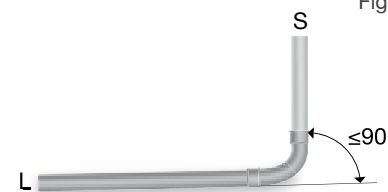

Fig. 12
- Stående anslutningsledning (S) som övergår till liggande anslutningsledning (L) kan utföras med vinkel  $\alpha \leq 90^\circ$ . Se fig. 12.